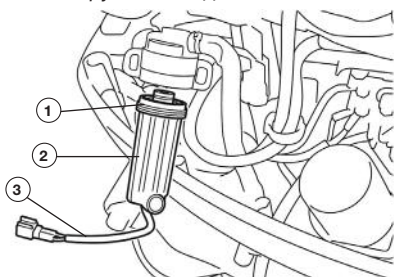

Рис. 56 Откручивание стакана топливного фильтра
4. Открутите стакан фильтра, затем снимите со стакана фильтра уплотнительное кольцо (Рис. 56).